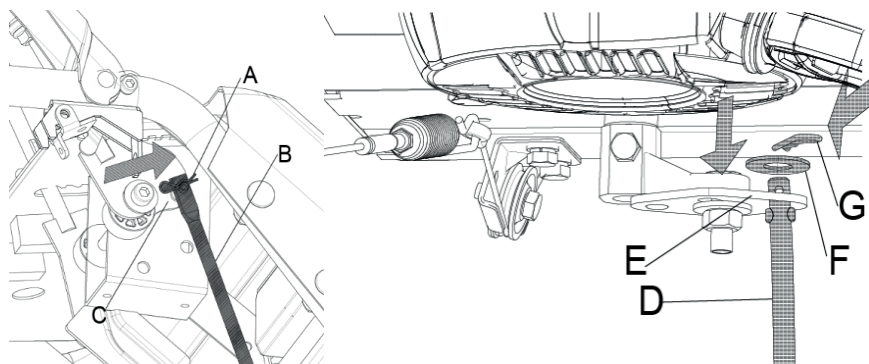

**Рис. 5**
(2) Прикрепите зубчатую часть вращающейся штанги желоба (рис. 5A) к посадочному месту желоба с помощью крепежного болта и гайки, затем затяните гаечным ключом. Убедитесь, что две шестерни хорошо установлены (рис. 5).